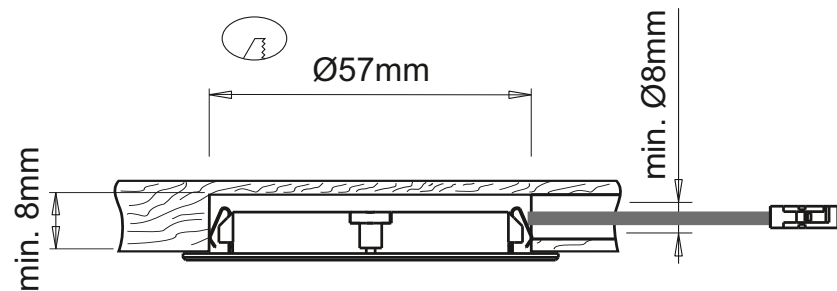

Fig 1
- To flush mount the device, bore a $\varnothing$ 57mm hole $\geq$ 8mm deep on the installation surface and then, if necessary, bore a $\varnothing$ $\geq$ 8mm exit hole for the power supply cable as illustrated in figure 1.
- Für den Einbau der Leuchte eine Bohrung mit $\varnothing 57$ mm und einer Tiefe von ≥ 8 mm auf der Montagefläche ausführen und ggf. für den Austritt des Netzkabels eine Bohrung mit $\varnothing \geq 8$ mm ausbilden (Abb. 1).